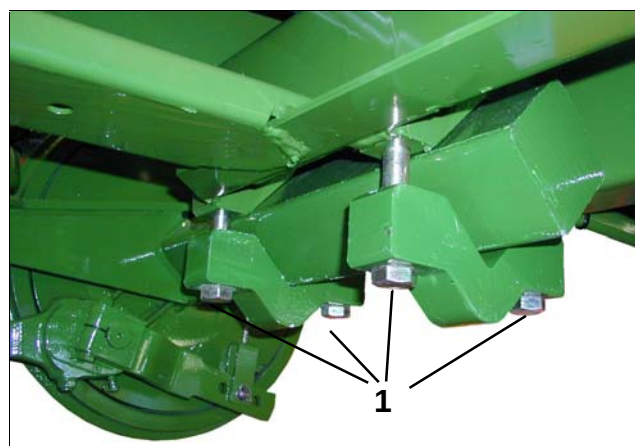

Fig. 4.4
- Boltene (fig. 4.4/1) løsnes.